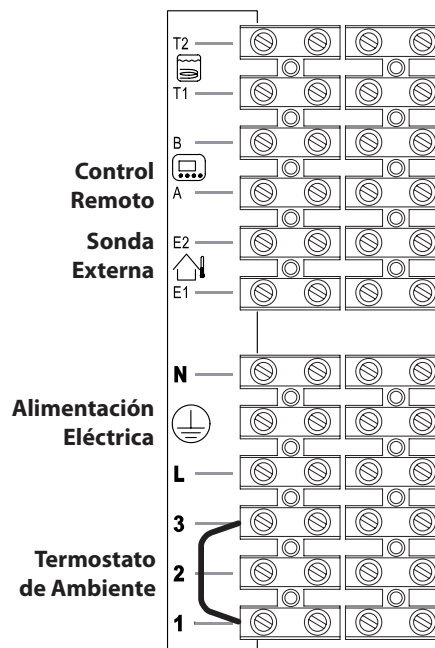
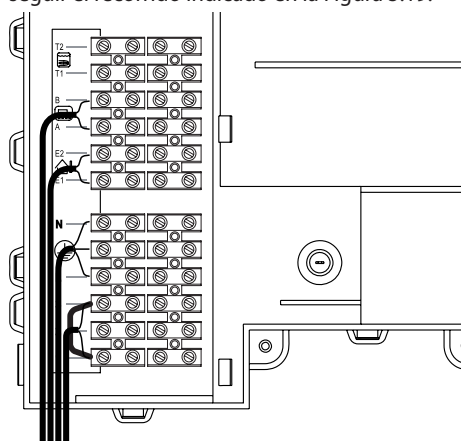

Figura 5.18
Figura 5.19
- Conecte el cable de alimentación eléctrica procedente del interruptor omnipolar a la bornera de alimentación eléctrica de la caldera (Figura 5.18) respetando la correspondencia de la línea (hilo marrón) y del neutro (hilo azul claro).
El cable o los hilos de alimentación eléctrica de la caldera y del termostato de ambiente deben seguir el recorrido indicado en la Figura 5.19.
Para conectar un termostato de ambiente use los bornes indicados en la Figura 5.18.
Para conectar válvulas de zona use los bornes del termostato de ambiente indicados en la Figura 5.18 y la Figura 5.19. Los conductores eléctricos de los contactos del microinterruptor de la válvula de zona deben conectarse a los bornes "1 y 3" de la bornera del termostato de ambiente, como en la Figura 5.19.
El cable o los hilos de alimentación eléctrica de la caldera y del termostato de ambiente deben seguir el recorrido indicado en la Figura 5.19. Haga salir los cables de la caldera utilizando los
Los hilos de conexión de la sonda externa deben seguir el recorrido indicado en la Figura 5.19.
do indicado en la Figura 5.19.